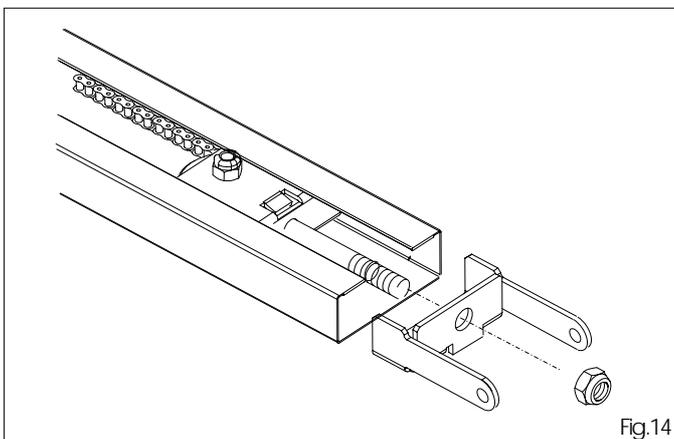

Fig.14
5.10 Inserire la flangia nella guida di scorrimento e bloccare con apposito dado (fig.14).